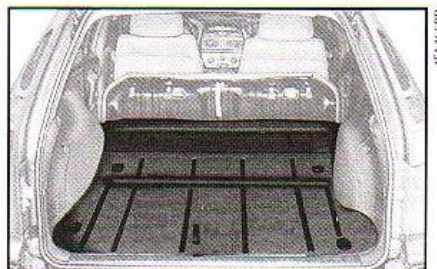

fig. 109
5) Virar para a frente o encosto fig. 109.